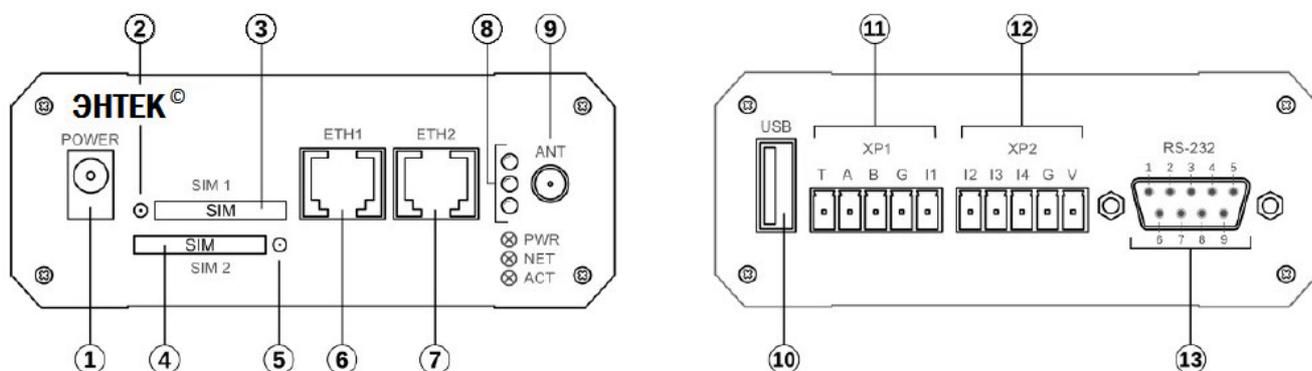

Рисунок 1. КМ ЭНТЕК E2R2(G) – внешний вид устройства.
Конструктивно КМ ЭНТЕК E2R2(G) выполнен в металлическом корпусе с классом защиты IP30. Описание кнопок и разъёмов на корпусе устройства представлено на Рис.1 и в Таблице 2.
В КМ ЭНТЕК E2R2(G) предусмотрены 4 универсальных порта ввода-вывода GPIO (I1-I4, Рис.1). Выводы являются независимыми, могут быть программно сконфигурированы в Linux и предполагают три режима использования:
Подключите GSM/3G антенну к разъему ANT (Рис.1). Для получения максимальной скорости и стабильности соединения убедитесь, что антенна соответствует требуемому частотному диапазону.
Подключите сетевой кабель к разъему ETH1 или ETH2 (Рис.1)
Подключите блок питания к разъему POWER (Рис.1) и к розетке. На передней панели контроллера загорится индикатор PWR. Контроллер готов к работе.
Подключите сетевой кабель (патч-корд) к разъёму ETH1 или ETH2 (см. Рис.1). Интерфейсы ETH1 и ETH2 объединены в мост (bridge), поэтому кабель можно подключать к любому из разъёмов. Другой конец кабеля подключите к компьютеру или концентратору LAN.